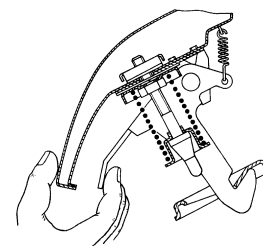

Рис. 5.10. Выведение из зацепления предохранителя капота
**34 – ручка замка капота.** Для открывания капота нужно потянуть ручку на себя, пока защелка не откроет замок и капот немного приоткроется, а затем снова передвинуть ручку вперед до отказа. Для полного открывания капота необходимо отвести рукой предохранитель, установленный на нижней передней кромке капота (рис. 5.10).